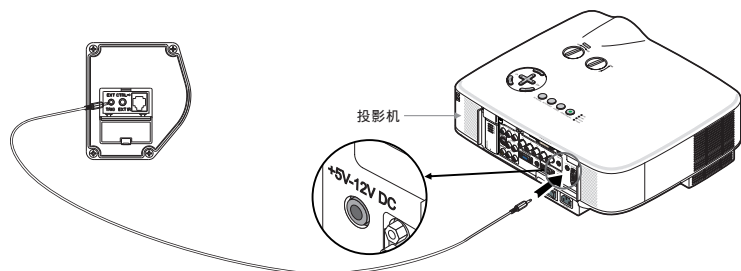

图22
- 1、将触发器线(可选件)一端插入外壳左端端盖的触发器接插孔TRIG(如图22)，另一端插入投影机的12V输出孔。